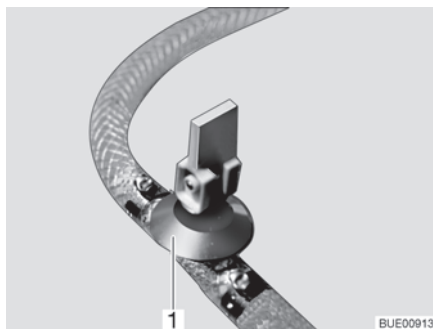

Fig. 166 Robinet de vidange (avec levier à bascule)
- Fermer tous les robinets de vidange. Placer pour ce faire le levier à bascule du robinet de vidange (Fig. 166,1) à l'horizontale.